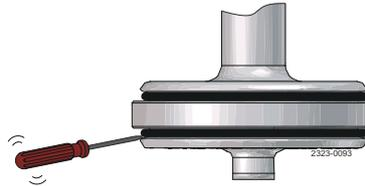

Abbildung 1:
Ein Schraubendreher muss ggf. unterhalb der Kegelnut angesetzt werden (siehe Abbildung 1).
- Es ist wichtig die Druckluft hinter dem Dichtring abzulassen. Das erfolgt wie gezeigt mithilfe eines Schraubendrehers und immer von unterhalb des Ventilkegels, siehe Abbildung 1. Der Vorgang muss an einem oder zwei unterschiedlichen umlaufenden Punkten durchgeführt werden. Keine Markierungen auf der Oberfläche von Kegel und Dichtring hinterlassen.